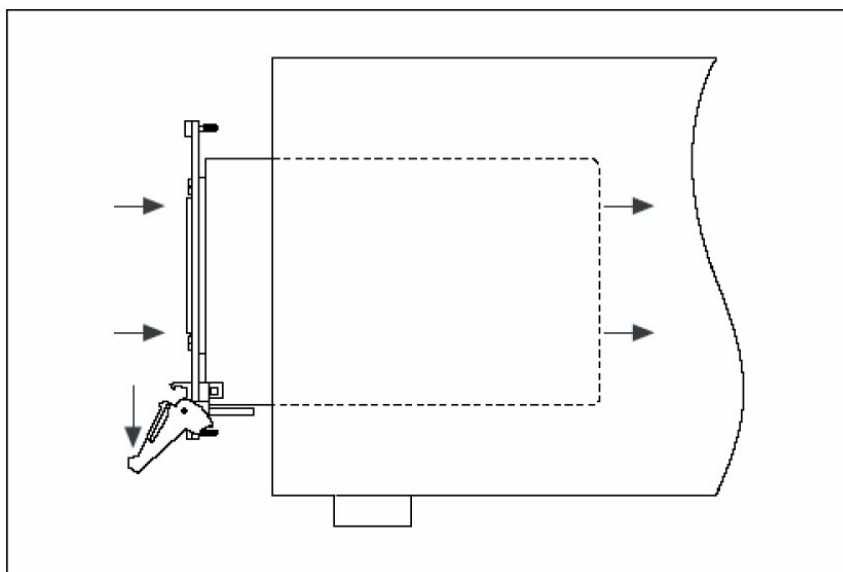

图 3-1 PXI 模块安装示意图
- 把 PXI 模块插入相应槽位中，顺着顶部和底部的导槽，把 PXI 模块轻轻的推到后背板上，然后利用模块上的把手把 PXI 模块推入背板上的插槽中。安装示意图如图 3-1 所示。